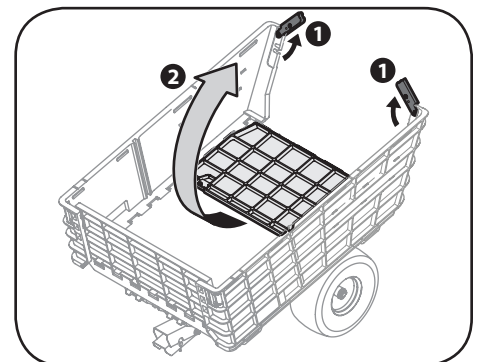

Figure 3-7
10. Soulevez les loquets de verrouillage du hayon, puis relevez le hayon pour le placer en position verticale. Voir Figure 3-7.